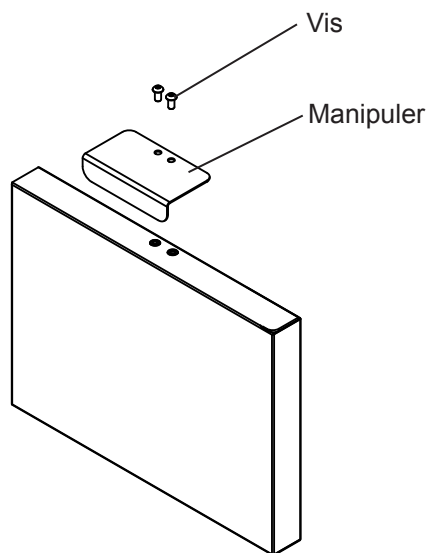

Figure 9
1. Sortez les poignées, (4) vis et une clé Allen de $\frac{5}{32}$ " du sac livré à l'intérieur du meuble.
2. Localisez le trou pour poignée situé en haut du tiroir et fixez-la en place en utilisant (2) vis serrées avec la clé Allen (Voir la Figure 9).